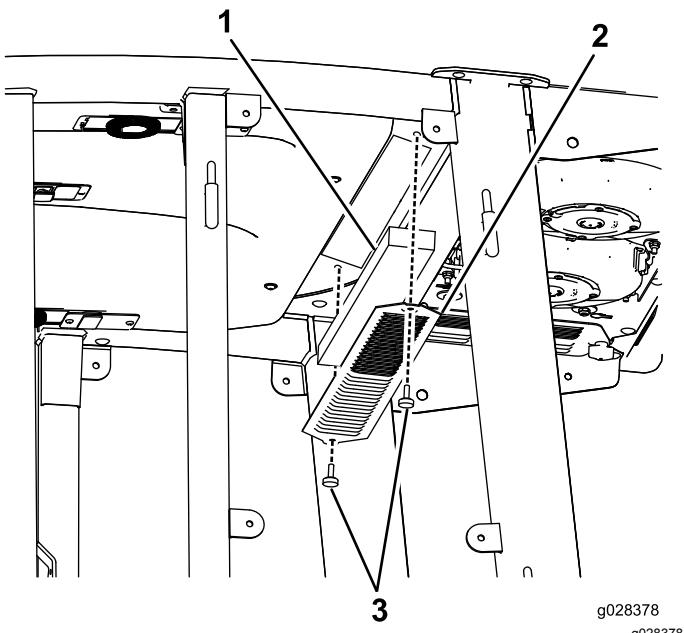
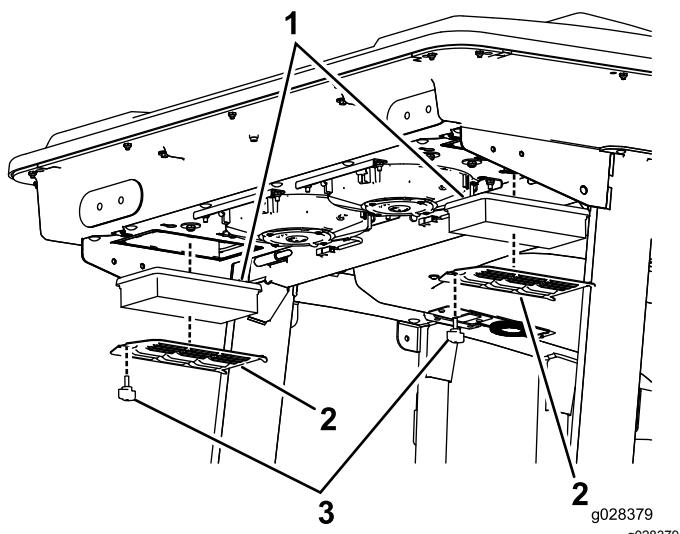

Figura 133
Figura 134
- Remova os parafusos e as grelhas dos filtros de ar interior e traseiro da cabina (Figura 133 e Figura 134).